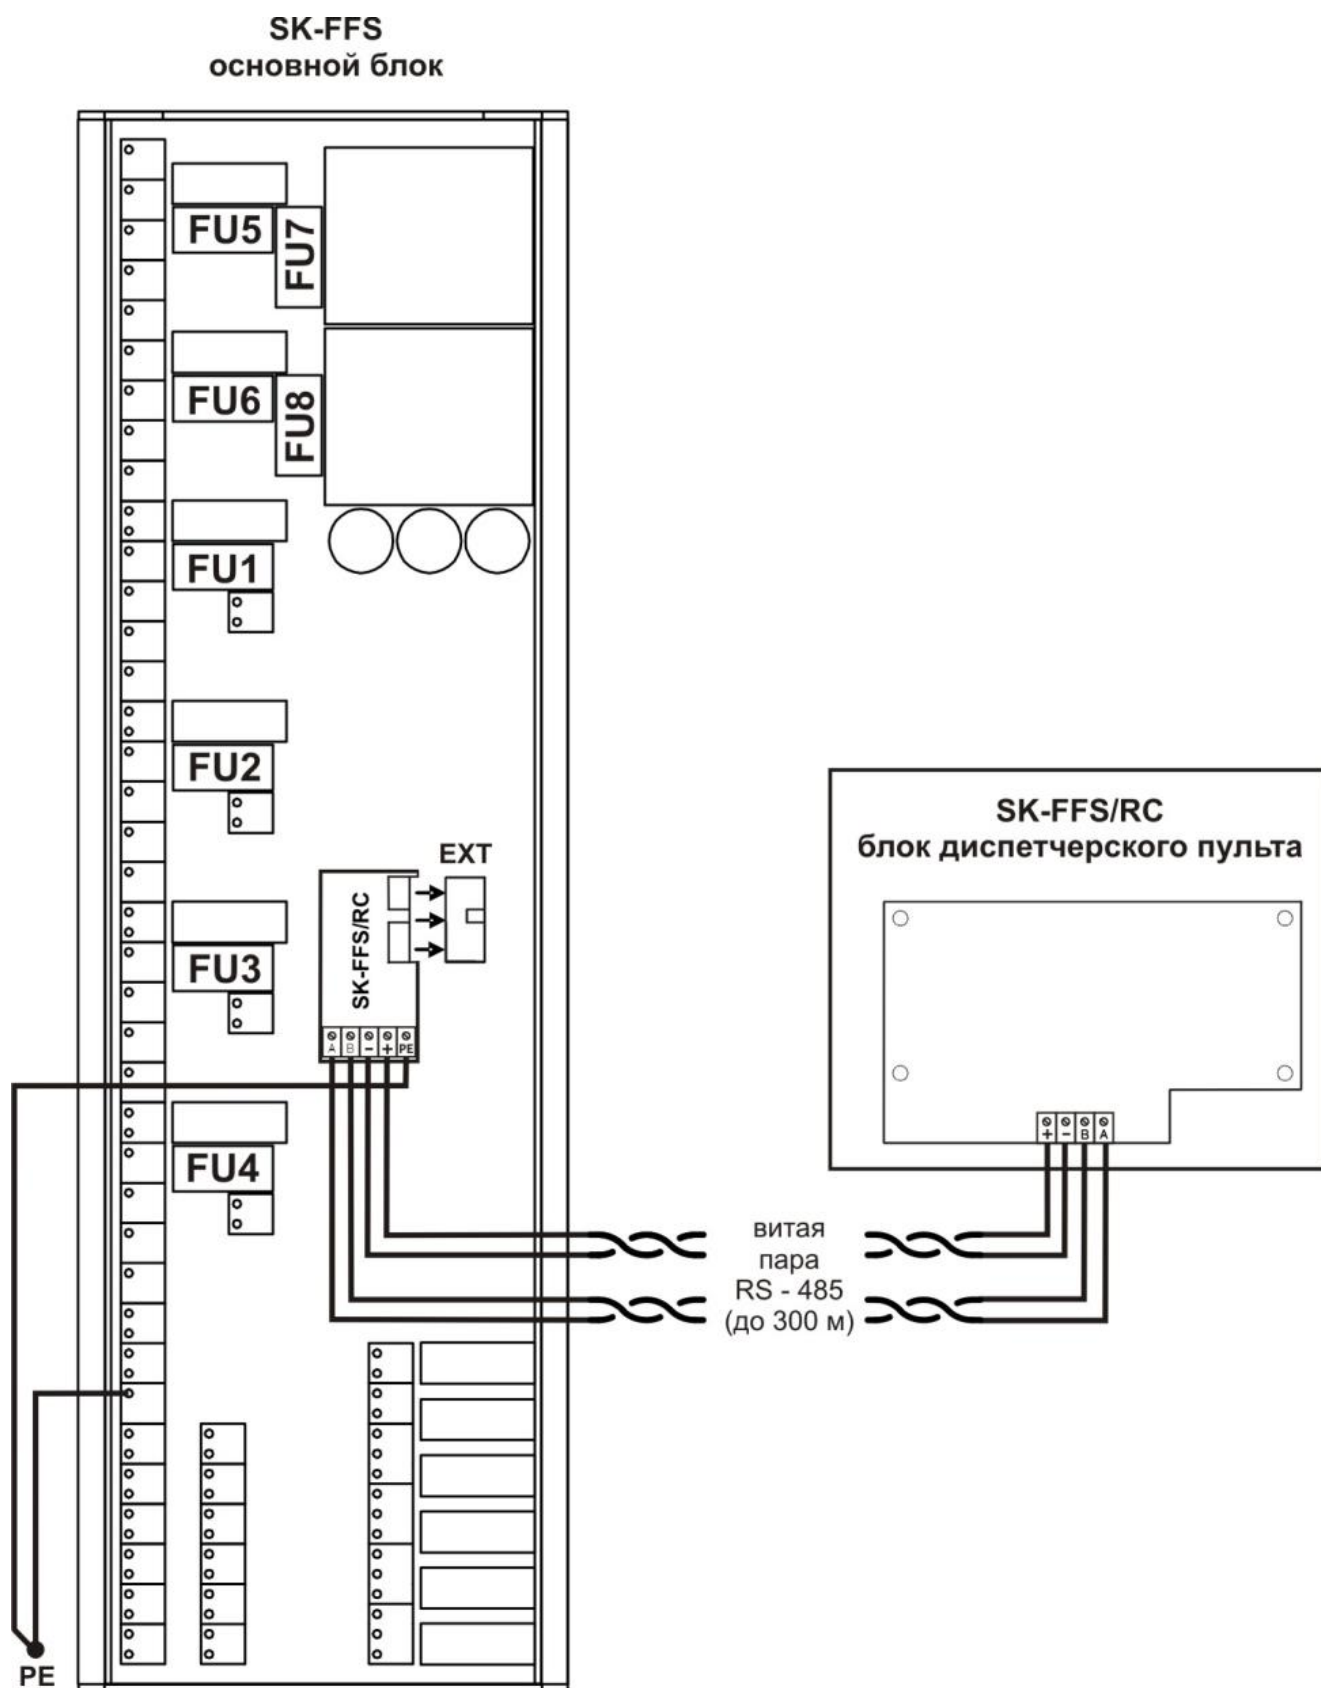

Рис.1 Внутренний вид прибора и его подсоединение
5.1 Внутренний вид прибора (рис. 1)